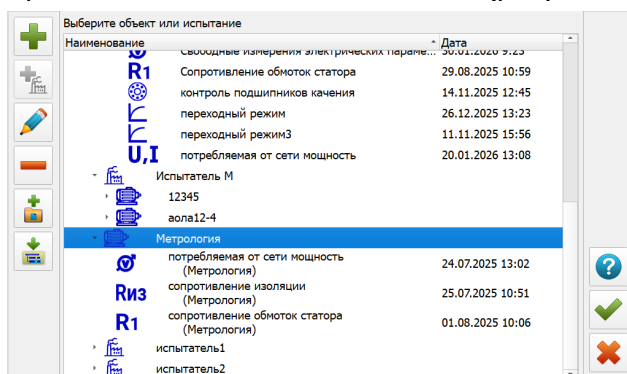

Рисунок 9.1 – Окно «Выберите объект или испытание»
- нажать кнопку «Структура объектов и их испытаний»  и переместить курсор на раздел «Метрология» при его наличии (рисунок 9.1);
метрологических характеристик приборов M-Tester. Нажать кнопку «Применить» , на экране появится окно базы данных (рисунок 9.1).
- находясь в разделе «Метрология» (рисунок 9.1), выбрать при его наличии подраздел
- при отсутствии в разделе «Метрология» (рисунок 9.1) подраздела «потребляемая от
- при отсутствии в разделе «Метрология» (рисунок 9.1) подраздела «потребляемая от сети мощность (Метрология)», нажать кнопку «Добавить» , появится окно «Диагностические тесты и измерения» (рисунок 4.1);
- при отсутствии в разделе «Метрология» (рисунок 9.1) подраздела «сопротивление